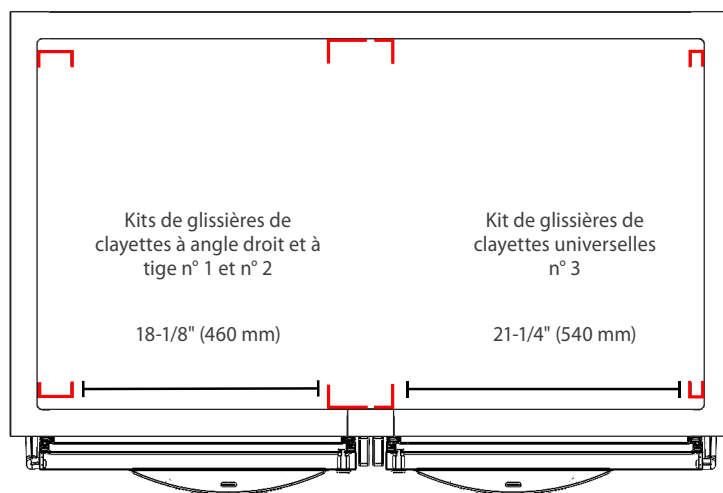

Fig. 5. Mesurez la distance entre les crémaillères. Vue du dessus.
4. Vérifiez la largeur entre les crémaillères. Voir les figures 5 et 6.